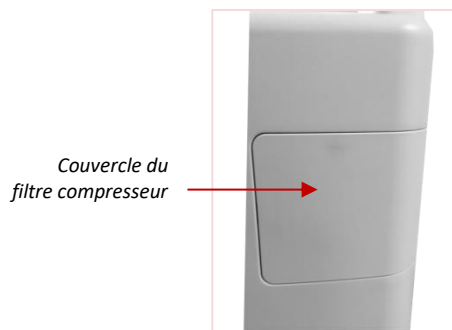

Figure 4-1
- a) Le couvercle du filtre compresseur se trouve à l'arrière de l'appareil (voir Figure 4-1 ci-dessous). Ouvrez le couvercle du filtre compresseur (voir Figure 4-2 ci-dessous) et dévissez le corps du filtre dans le sens des aiguilles d'une montre (voir Figure 4-3 ci-dessous) pour retirer le filtre compresseur (voir Figure 4-4 ci-dessous).